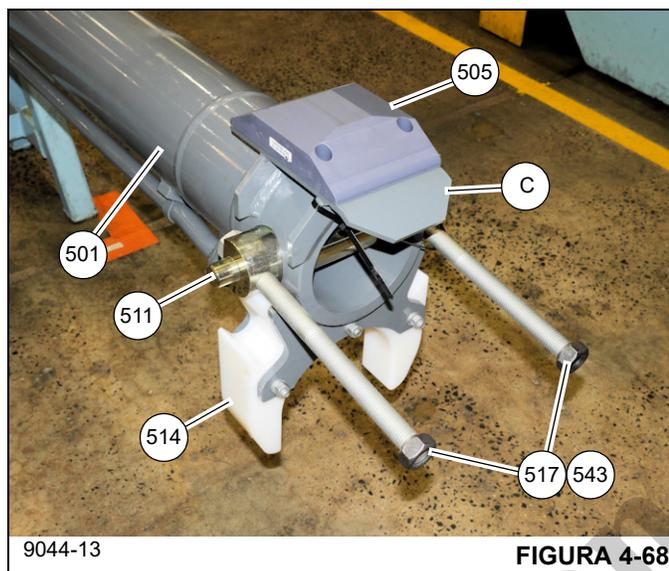

FIGURA 4-68
do cilindro nº 2 esteja voltada para cima (consulte a Figura 4-68).
16. Instale a placa de desgaste (514) na parte dianteira do cilindro telescópico nº 2 (501) usando três parafusos, arruelas, arruelas de pressão e porcas (541, 534, 535, 544). As cabeças dos parafusos devem estar orientadas em direção à parte traseira do cilindro e as porcas para a parte dianteira (consulte a Figura 4-68).
17. Instale a placa de desgaste (505) na parte dianteira do cilindro telescópico nº 2 (501) usando quatro parafusos, arruelas e arruelas de pressão (538, 531, 530) (consulte a Figura 4-68).
18. Aplique antiengripante no pino (511) e instale na cabeça do cilindro telescópico nº 2 (501) (consulte a Figura 4-68).
19. Instale os dois parafusos longos (517) através do pino (511) verificando se as cabeças dos parafusos (517) se apoiam na seção plana do pino (511). Aplique antiengripante nas roscas dos parafusos e instale uma porca (543) em cada um dos parafusos (517) (consulte a Figura 4-68).